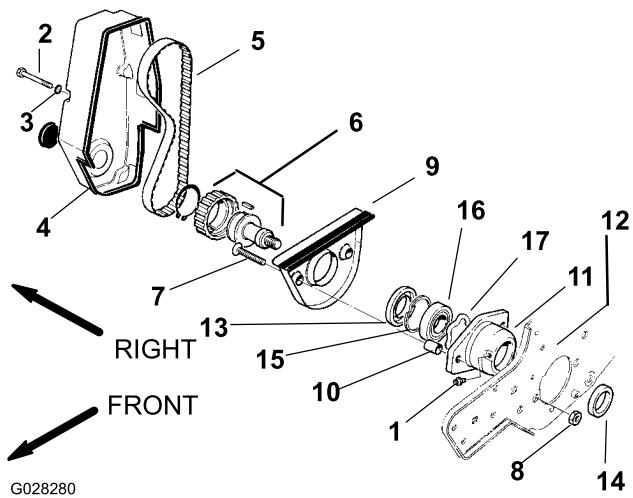
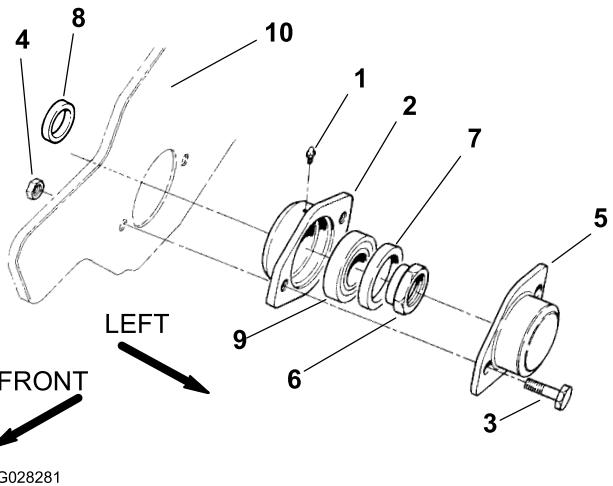

Рисунок 1
Рисунок 2
1. Отверните 4 колпачковых винта, снимите 4 стопорные шайбы и крышку привода барабана с газонокосилки (Рисунок 1).
2. Снимите ремень привода барабана с узла шкива и привода (Рисунок 1).
3. Снимите оба колпачковых винта, контргайки и крышку подшипника с левого корпуса подшипника (Рисунок 2).
4. Вставьте квадратную головку на 1/2 дюйма в узел шкива и привода (Рисунок 1), чтобы снять этот узел с вала привода барабана. Одновременно снимите контргайку подшипника (Рисунок 2) с вала привода барабана.
5. Используйте шестигранный торцовый ключ для снятия обоих винтов с плоскими головками, крышки рычага механической щетки и обеих проставок крышки с корпуса подшипника (Рисунок 1).
6. Снимите масленки для консистентной смазки с обоих корпусов подшипников (Рисунок 1 и Рисунок 2).
7. Выдвиньте оба корпуса подшипников с рамы и барабана (Рисунок 1 и Рисунок 2) и снимите барабан с газонокосилки.
- Установите правый корпус подшипника сквозь раму на вал барабана (Рисунок 1).
- 4. Установите левый корпус подшипника сквозь раму на вал барабана (Рисунок 2).
- 5. Затяните винты с плоскими головками и гайки, которые крепят правый корпус подшипника к раме (Рисунок 1).
- 6. Затягивая контргайку подшипника (Рисунок 2) на валу барабана, одновременно затяните узел шкива и привода (Рисунок 1) на валу барабана. Затяните узел и гайку с моментом 68 Н•м.
- 8. Установите крышку подшипника на корпус и прикрепите ее к раме с помощью двух колпачковых винтов и контргаек (Рисунок 2).
- 10. Установите крышку привода барабана на газонокосилку с помощью 4 контргаек и колпачковых винтов (Рисунок 1).
- 11. Установите масленки на оба корпуса подшипников и смажьте их консистентной смазкой общего назначения на литиевой основе (Рисунок 1 и Рисунок 2).